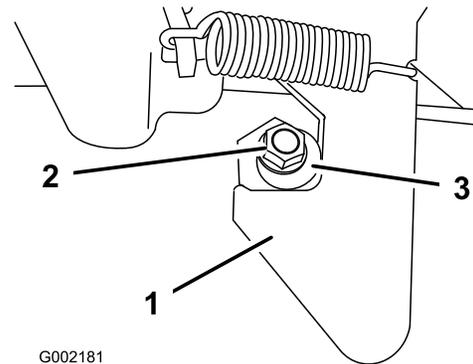

図 58
1. ラッチポストの端についているロックナットをゆるめる 図 58。
2. ラッチポストを右回りに回転させてラッチのフック部にちょうど嵌るようにする 図 58。